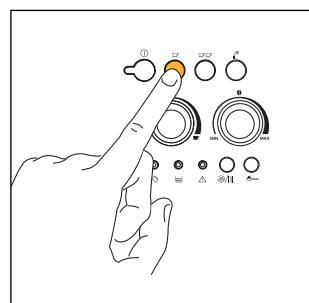
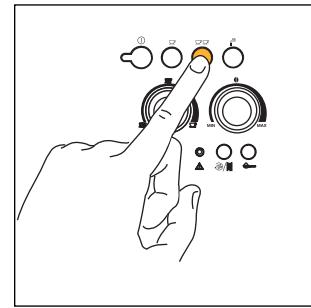

Fig.12
Fig. 13
- 5) 5) Trykk på tasten ☕ (fig. 12) hvis du ønsker 1 kopp, eller på tasten ☕ (fig. 13) hvis du ønsker 2 kopper (Nå maler maskinen kaffebønnene, foretar en kort for-trekking og slipper deretter ut resten av vannet i koppen). Når ønsket mengde er oppnådd, stanser maskinen utslippet automatisk og tømmer overflødig kaffe i beholderen for kaffebønner).
- 7) For å slå av maskinen, trykk på tasten ①. (Før maskinen slår seg av, foretar den automatisk en skylling: Det kommer litt vann ut av tutene som samles opp i dråpeoppsamlingsskålen under – Pass på at du ikke brenner deg). Hvis maskinen ikke slås av med tasten ①, vil den uansett slå seg av etter 3 timer etter siste gangs bruk, ved å foreta en kort skylling.
MERKNAD 4: Mens maskinen lager kaffe, kan du når som helst stanse utslippet ved å trykke på tasten  (fig. 12) eller  (fig. 13) som du valgte tidligere.
MERKNAD 5: Med én gang all kaffen har kommet ut, hvis du ønsker å øke kaffemengden, hold tasten  (fig. 12) eller  (fig. 13) som du valgte tidligere inne helt til du får ønsket mengde kaffe (Dette må gjøres innen 3 sekunder etter at kaffen er ferdig).